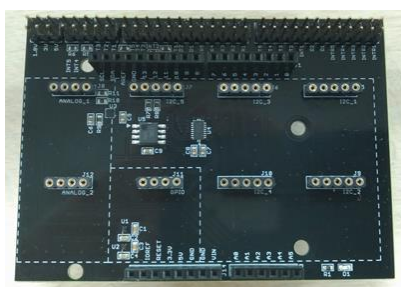

図 1 SensorShield
- Arduino Uno とセンサを接続するための基板 (図 1)